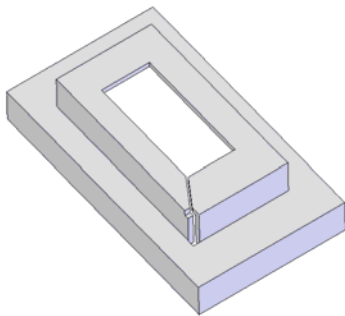

图 9-136 生成切口特征
③ 在对话框中的切口缝隙输入框中, 键入数值: 1。单击“改变方向”按钮, 将可以改变切口的方向, 每单击一次, 切口方向将能切换到一个方向, 接着是另外一个方向, 然后返回到两个方向。单击“确定”图标, 结果如图 9-136 所示。